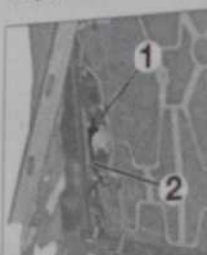

Fig. 7
- Déposer l'écrou (1) (Fig. 7).
- Dégager le câble de masse (2).